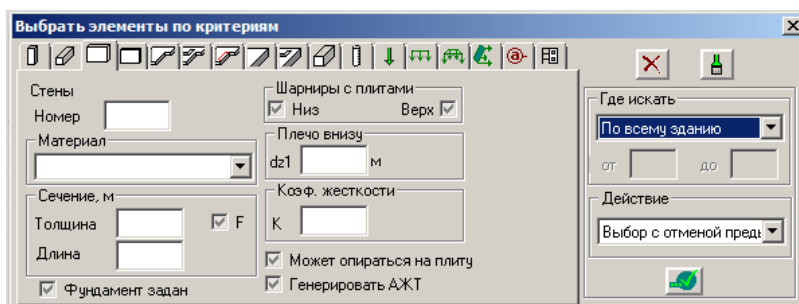

Рис. 10.2.1. Окно диалога **Выбрать элементы по критериям** (закладка **Стены**)
- щелкните на закладке **Стены**  (рис.10.2.1);